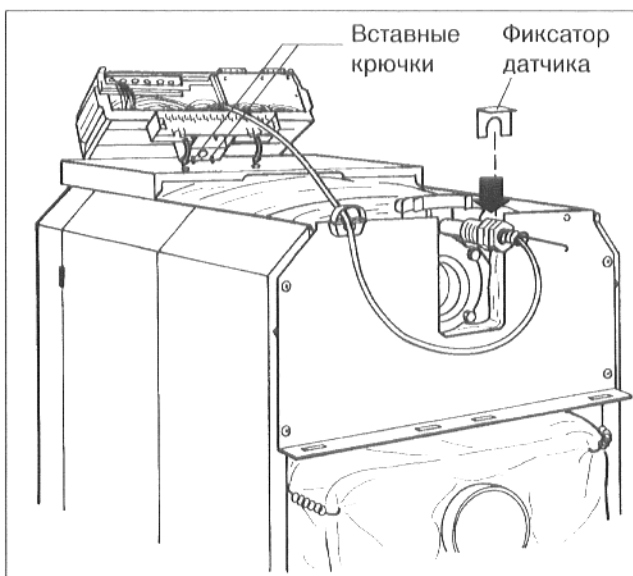

Рис. 48
- Проложить капиллярные трубки через кабельный ввод и раскрутить до необходимой длины. Проложить датчики капиллярных трубок к точкам измерения котла и вставить там датчики в погружные гильзы, и закрепить их фиксатором датчика (рис. 48).
- Насадить регулятор (рис. 48)